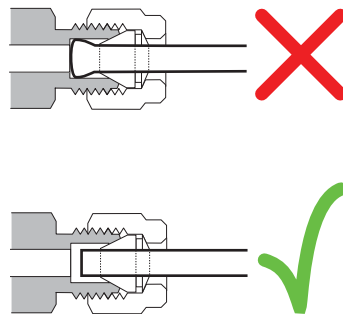

Figure 22 Raccord terminé
- 10 Des raccords correctement et incorrectement emboutis sont représentés à la Figure 22. Notez que l'extrémité du tube dans un raccord correctement embouti n'est pas écrasée et n'interfère pas avec le rôle des ferrules.